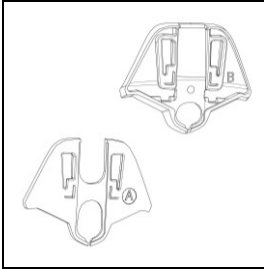

Abb. 1
- Wählen Sie den zweckmäßigsten Adapter je nach Beschaffenheit der Helmschale ihres Helmtyps (Abb. 1).